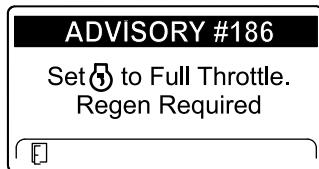

図 38
**注** インフォセンターにアドバイス #186 図 38 が表示される場合は、エンジンをフルスロットルハイアイドルにセットしてリセット再生を続けてください。